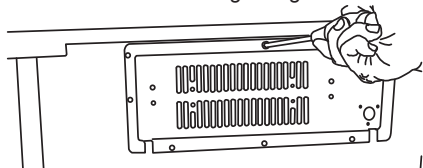

Figura 18 - Extracción del panel de acceso del ventilador
1. Quite los tornillos que sujetan el panel de acceso del soplador a la parte trasera de la estufa (consulte la figura 18). Coloque los tornillos en un lugar seguro.
23. Revise todos los cables y vuelva a colocar el panel de acceso del soplador (consulte la Figura 18, página 25).